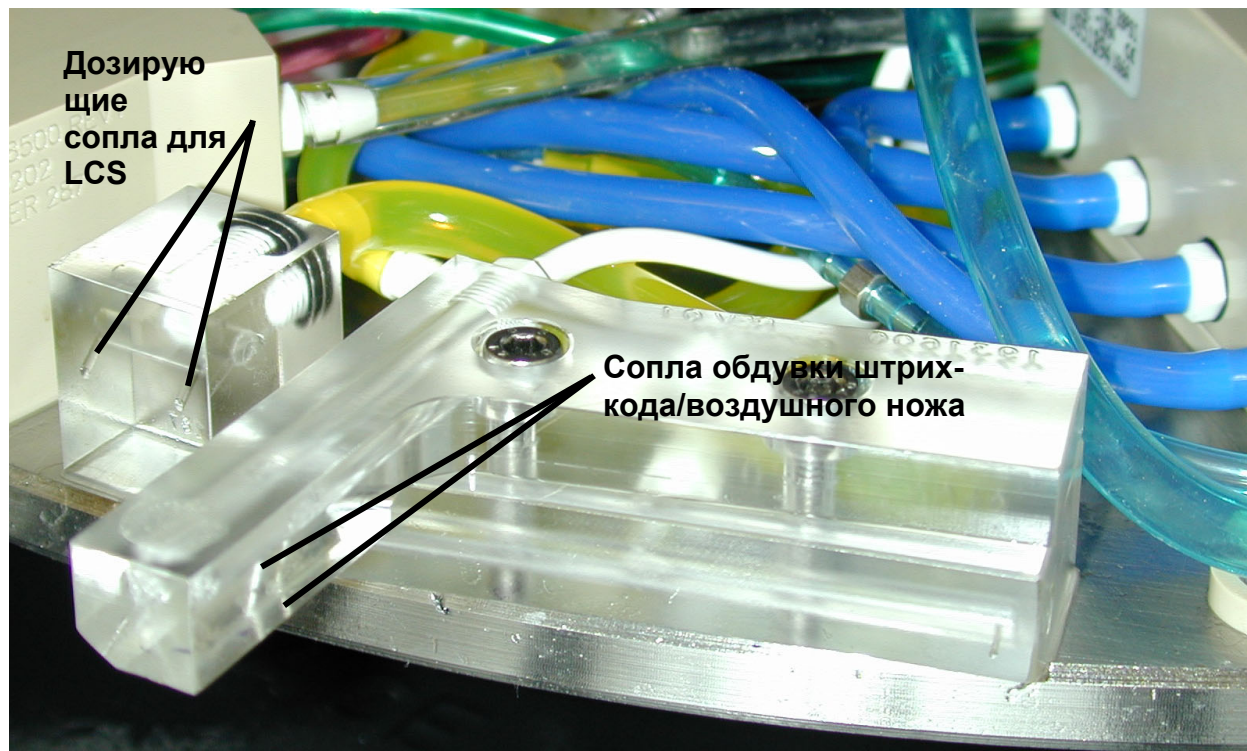

Рисунок 4. Дозирующие сопла для LCS, воздушный нож и сопла
- Когда сопло воздушного ножа располагается над предметным стеклом, воздушные сопла на дне кронштейна (см. рисунок 4) удаляют жидкость с ярлыка со штрих-кодом.